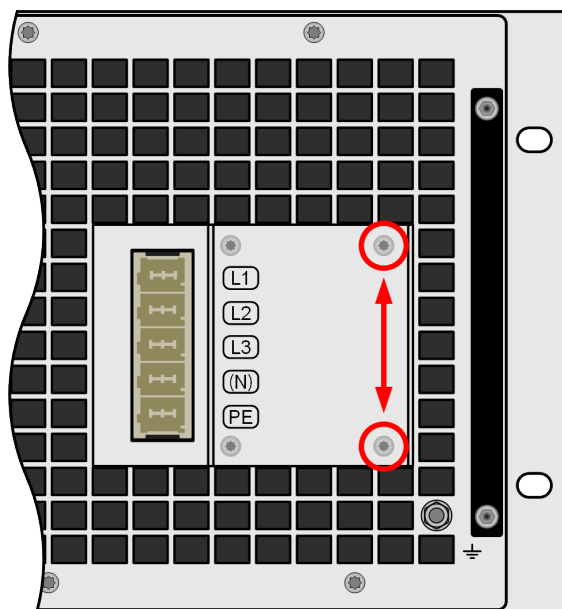

Bild 11 - Montageposition des Haltewinkels
1. Am AC-Filter die beiden rechten Schrauben lösen, wie im *Bild 11* markiert.